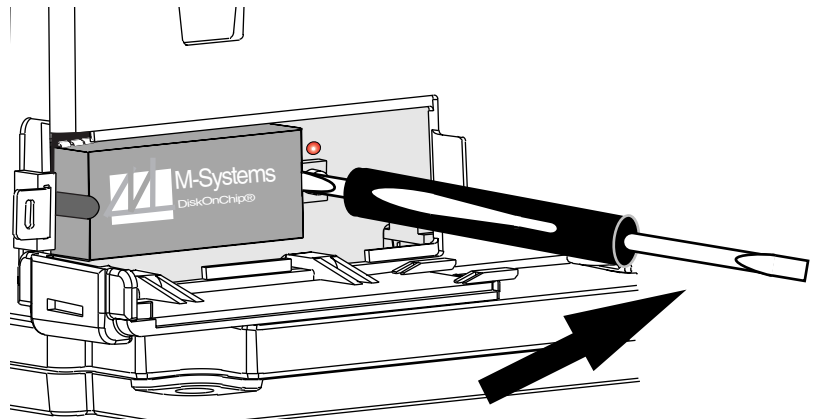

Figura 8: Fijación del chip de memoria con un margen de movimiento
7. Fije primero un extremo del chip de memoria y luego el otro, dejando un margen de movimiento en el chip (vea la Figura 8).